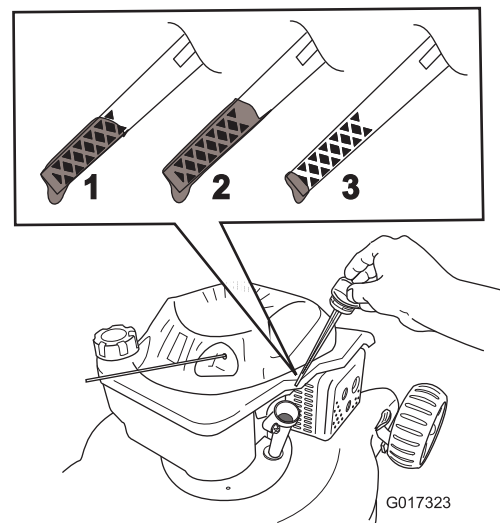

Figure 11
2. Retirez la jauge (Figure 11).
5. Sortez de nouveau la jauge et vérifiez le niveau d'huile; voir Figure 11.